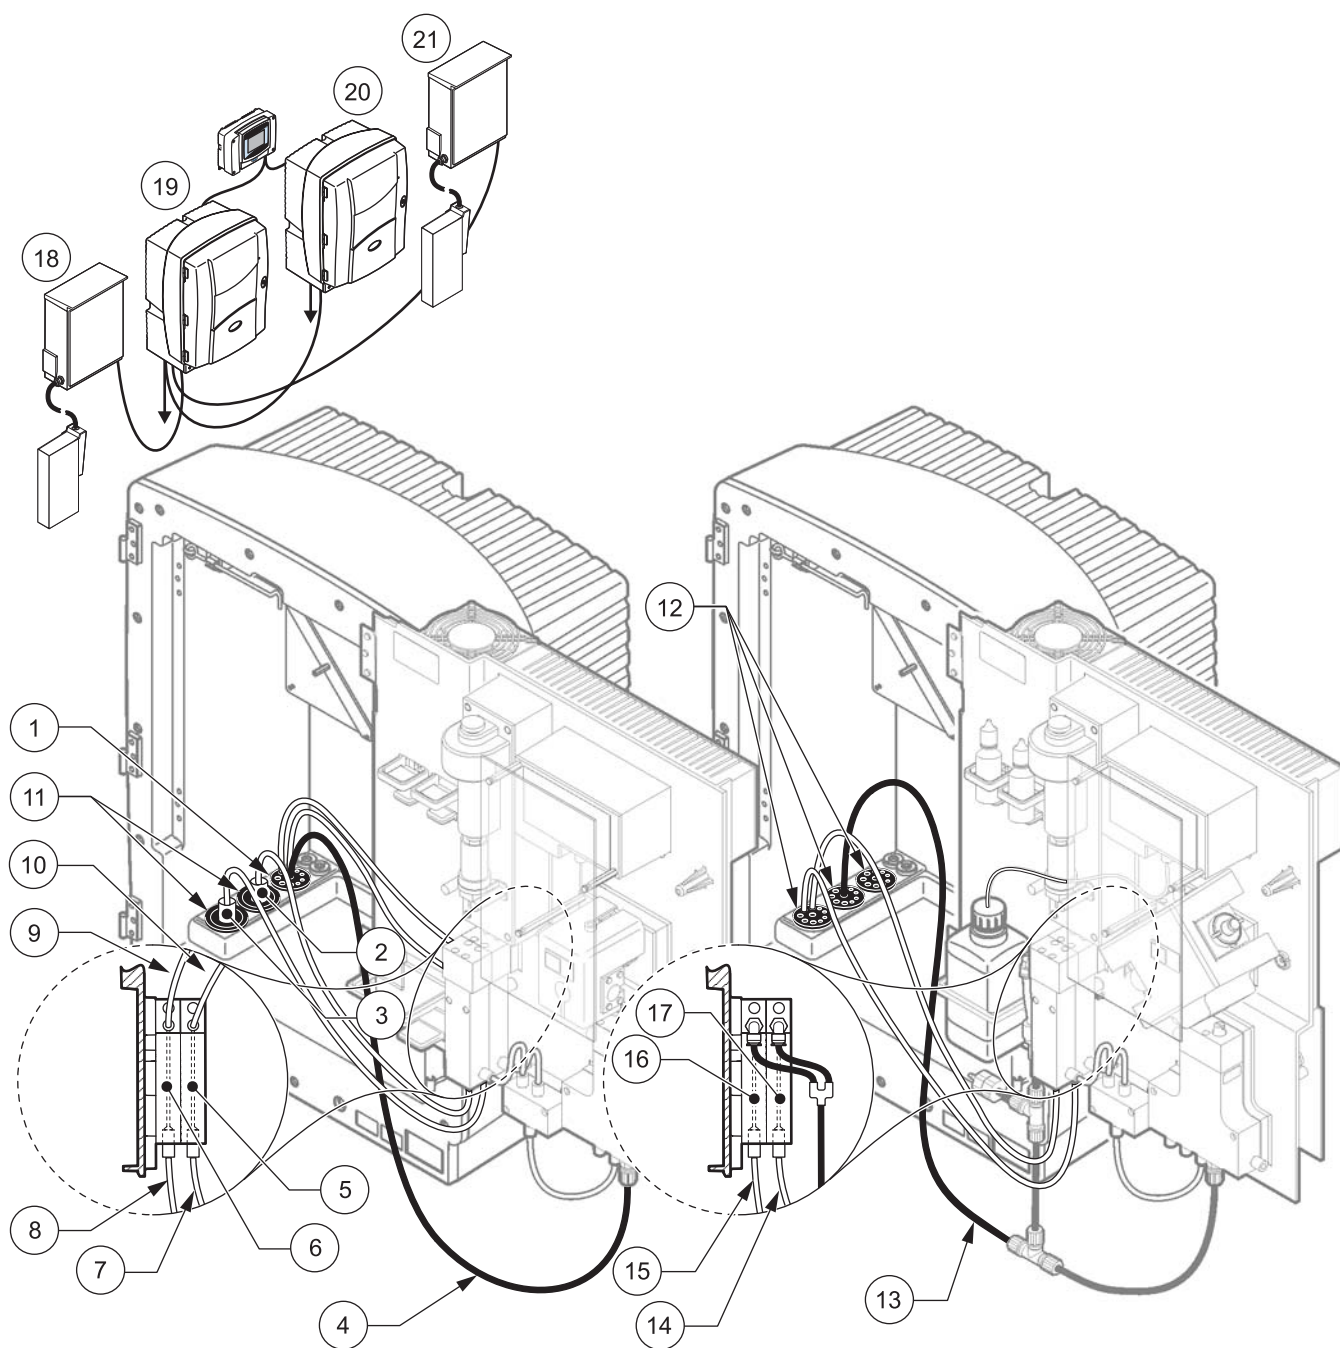

图 32 选项 9b 设置
请参考图 32 以及选项 9b 的以下说明:
- a. 通过分析器从 FILTRAX 1 引出加热的软管 (图 32, 项目 3)。使用 1 号密封塞加固。